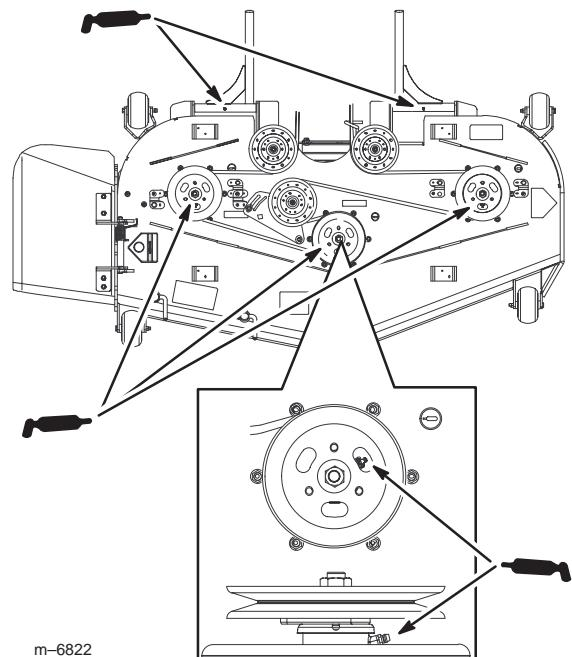

Figure 48
3. Lubrifiez les roulements des trois axes sous les poulies jusqu'à ce que la graisse sorte par les joints inférieurs (Fig. 48).
4. Lubrifiez les graisseurs des bras de poussée (Fig. 48).